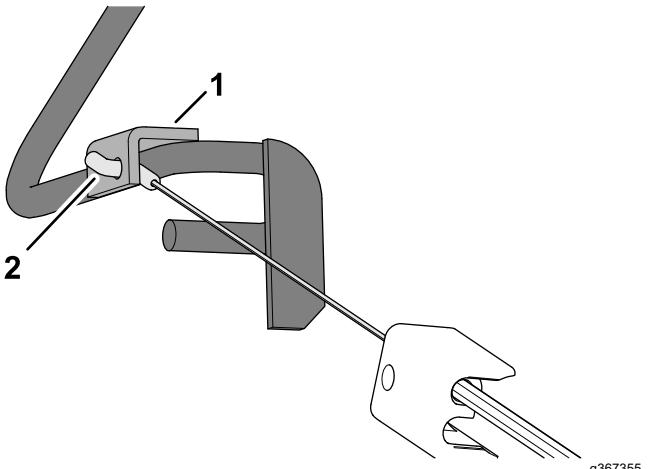

Figura 11
3. Inserite il raccordo del cavo attraverso il foro nella staffa della stegola di presenza dell'operatore come illustrato nella Figura 11.